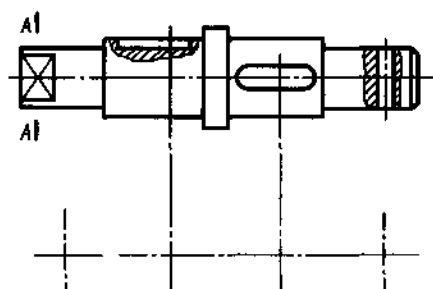

图 36
36. 在图 36 指定位置画移出断面（键槽深为 3，右键槽为 2。左端平面对称，右为单键槽）。